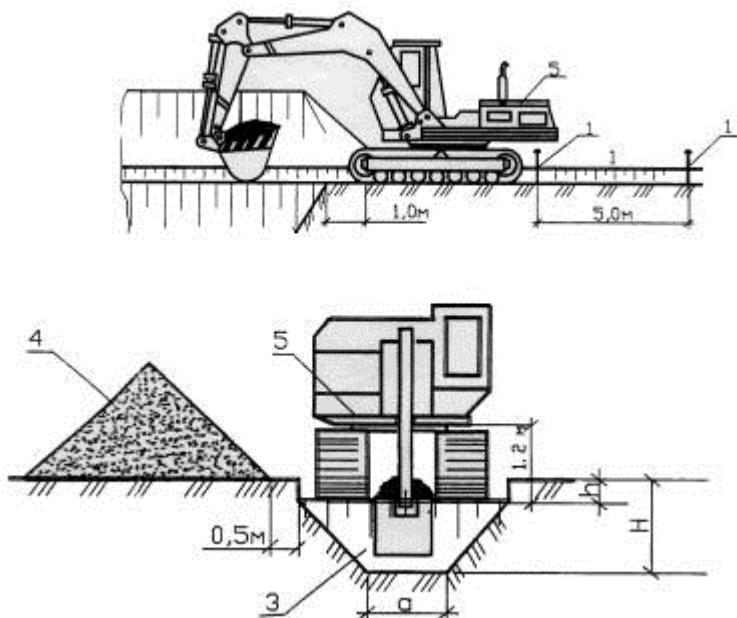

Рис.1 Схема работы экскаватора с обратной лопатой
1. Определить эксплуатационную производительность одноковшового экскаватора с обратной лопатой ЭО-4122А (Рис.1) с объемом ковша $0,5 \text{ м}^3$ при условии работы в две смены. Коэффициент наполнения ковша, $K_n = 0,9\dots1,2$; коэффициент разрыхления грунта, $K_p = 1,15\dots1,4$, продолжительность поворота в забой 30 сек, продолжительность поворота на выгрузку 20 сек, время копания за один цикл 60 сек.